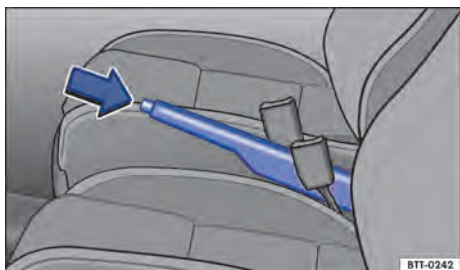

Fig. 109 Entre os bancos dianteiros: alavanca do freio de estacionamento.
- Puxar a alavanca do freio de estacionamento para cima com o botão bloqueador pressionado → **Fig. 109** (seta).
- Puxar a alavanca do freio de estacionamento um pouco para cima e pressionar o botão bloqueador → **Fig. 109** (seta).